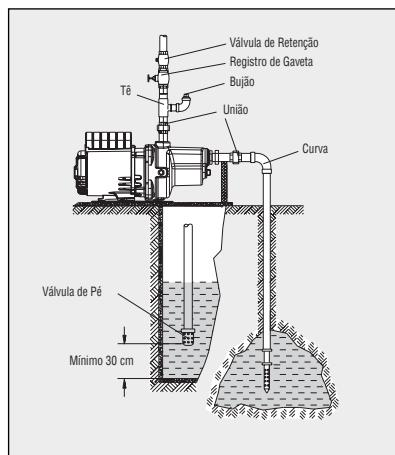

Figura 9 - Exemplo de instalação da Motobomba Versajet
- ⑥ Recomendações específicas adicionais para a Motobomba Versajet (Figura 9 e 10):